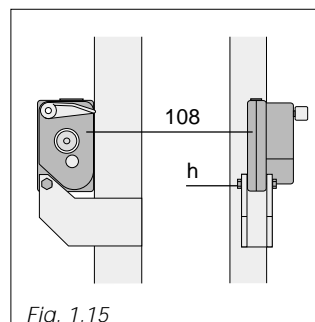

Fig. 1.15
- Monter les antichutes BLOCSTOP BSO-500 (108) au moyen de la vis (h) (Fig. 1.15).